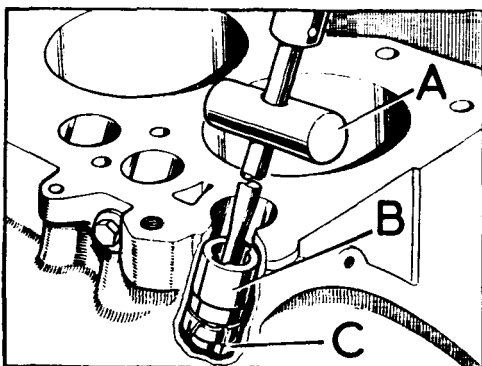

Fig. A1-78 Desmontaje de guías de empujadores
- 1.5. Extraer las guías de los empujadores, B (Fig. A1-78), empleando el útil, A (262772). Las guías, empujadores y rodillos desmontados, deberán mantenerse unidos por juegos para respetar la posición en que iban montados en el motor a la hora de volver a montar.